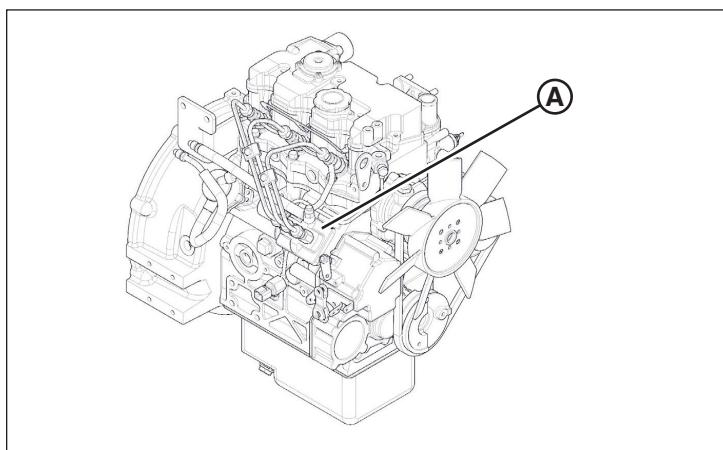

Figure 27
**Kubota** : Le moteur a une plaque de numéro de série (**A**, Figure 27) fixé sur le côté supérieur droit du bloc moteur au dessus de la pompe d'injection de carburant.